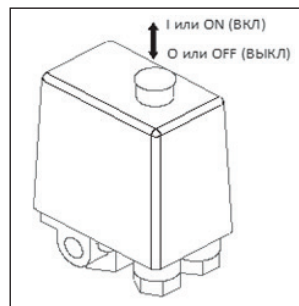

Рис. 6
- Проверьте, чтобы выключатель на реле давления находился в выключенном положении «O» / «OFF» (в зависимости от исполнения) (Рис. 6).
- Включите компрессор выключателем на реле давления. Для этого необходимо переключить выключатель в положение «I» или «ON» (в зависимости от исполнения) (Рис. 6).
- Выключите компрессор выключателем на реле давления. Для этого необходимо переключить выключатель в положение «О» или «OFF» (в зависимости от исполнения) (Рис. 6). После этого остановится электродвигатель и произойдет сброс давления из нагнетательного воздухопровода и поршневого блока.